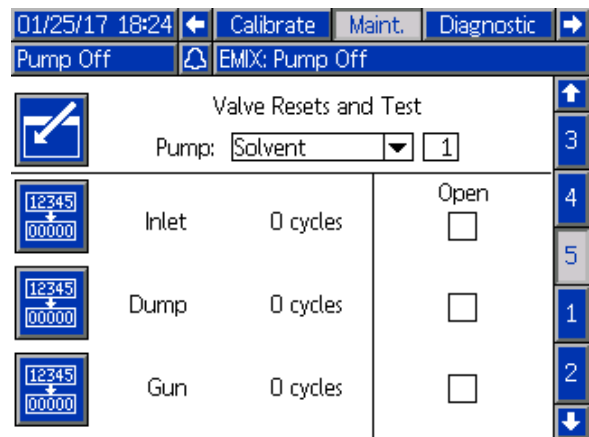

Figure 65 Ekran konserwacji 5, zerowania zaworów rozpuszczalnika
**UWAGA:** Na rys. 65 liczba znajdująca się na prawo od pozycji „Solvent (Rozpuszczalnik)” to numer pompy, a nie numer materiału.